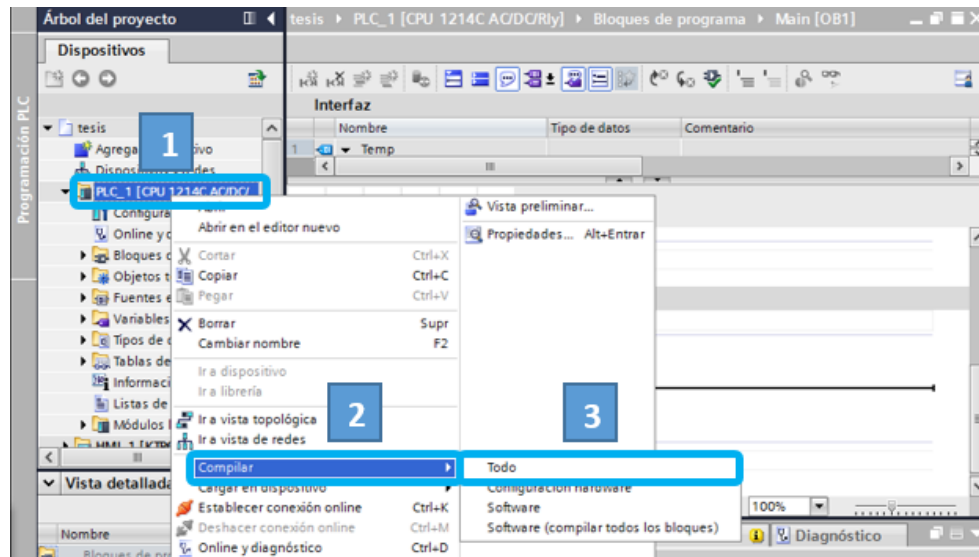

Figura 2.49: Compilar la programación del PLC.
2. Dar clic derecho en la carpeta PLC, dirigirse a Compilar y dar clic en Todo como se indica en la figura 2.49.